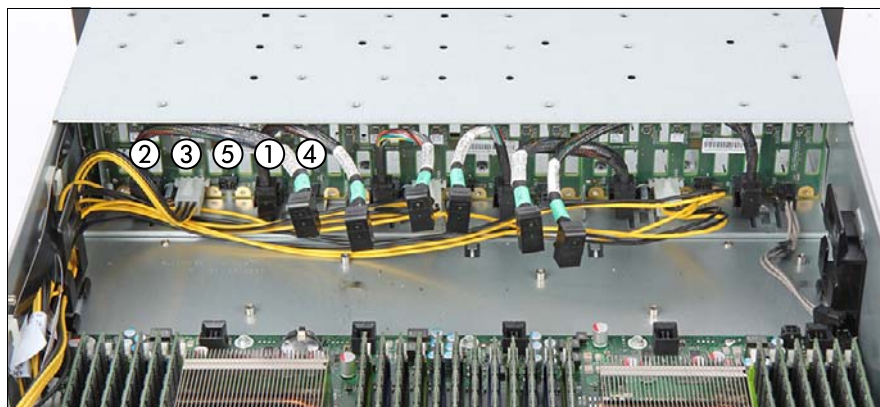

図 82: ケーブルのバックプレーン 3 への接続
- ▶ 必要に応じて、バックプレーン 3 へ 2 本の SAS ケーブルを接続します (172 ページ の図 82 を参照)。
- ケーブル T26139-Y4040-V32 をバックプレーンコネクタ X10 (1) に接続
- ケーブル T26139-Y4040-V31 をバックプレーンコネクタ X9 (2) に接続
- 電源ケーブルから (3)
- 必要に応じて、ODD 電源ケーブル (4)
- 必要に応じて\* OOB ケーブル (5) (\* : RAIDカード非搭載時)